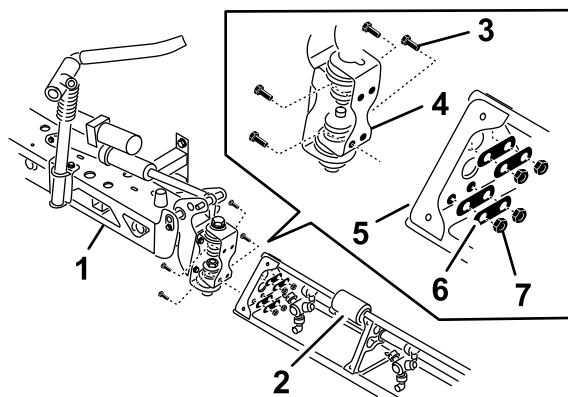

Bild 38
2. Drehen Sie jede Schwenkhalterung am Ende des mittleren Auslegerabschnitts so, dass die Halterungen vertikal ausgefluchtet sind (Bild 38).
4. Montieren Sie die Scharnierplatte mit vier Bundkopfschrauben, vier Stützplatten und vier Sicherungsbundmuttern (Bild 38), die Sie in Schritt 1 entfernt haben, an der dreieckigen Platte.
6. Fluchten Sie das Stangenende des Auslegerhubzylinders mit den Löchern im Horn der Schwenkhalterung aus (Bild 38)
7. Befestigen Sie das Stangenende der Schwenkhalterung mit einem Lastösenbolzen und einem Splint (Bild 38).